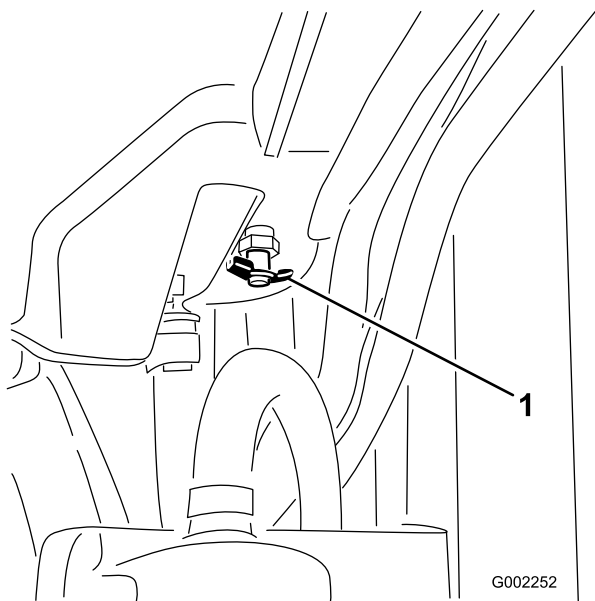

Figura 55
4. Aprite il tappo di spurgo (Figura 55) e scaricate il refrigerante nella bacinella.